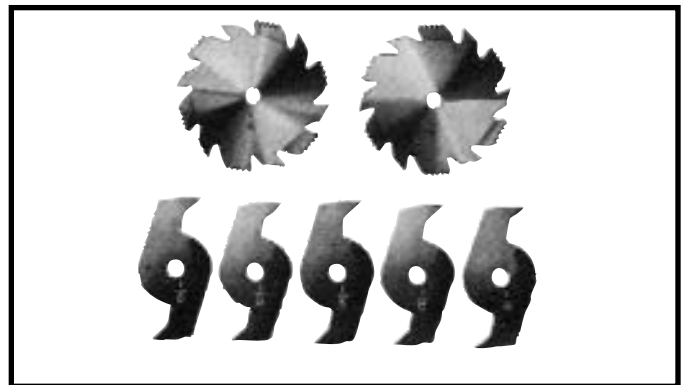
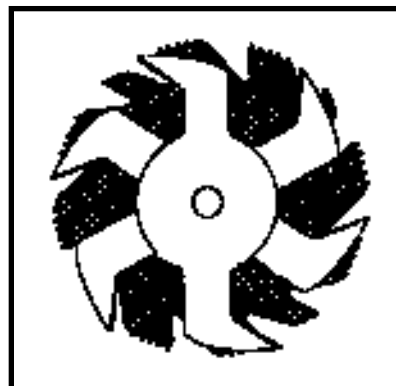
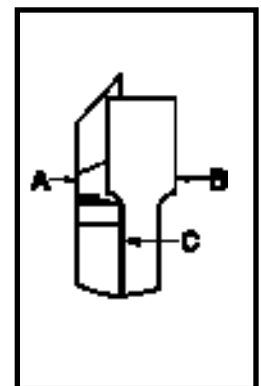

Fig. 44A
Fig. 45
Fig. 46
1. Ranurar es cortar un rebajo o un surco ancho en la pieza de trabajo. La mayoría de juegos de fresa de ranurar están hechos con dos sierras exteriores y cuatro o cinco cortadores interiores (Fig. 44A). Se emplean varias combinaciones de sierras y cortadores para cortar ranuras desde 1/8 hasta 13/16 de pulgada para utilizarse en la fabricación de estantes, la elaboración de juntas, el ensamblaje a espiga, la realización de ranuras, etc. Los cortadores están muy triscados y deben disponerse de manera que esta parte muy triscada caiga en las gargantas de las sierras exteriores, de la manera que se muestra en la Fig. 45. La superposición de la sierra y el cortador se muestra en la Fig. 46, donde (A) es la sierra exterior, (B) es un cortador interior y (C) es una o varias arandelas de papel, que se utilizan según sea necesario para controlar la anchura exacta de la ranura. Una ranura de 1/4" se corta usando las dos sierras exteriores. Los dientes de las sierras deben estar posicionados de manera que el limpiador de una sierra esté junto a los dientes de corte de la otra sierra.